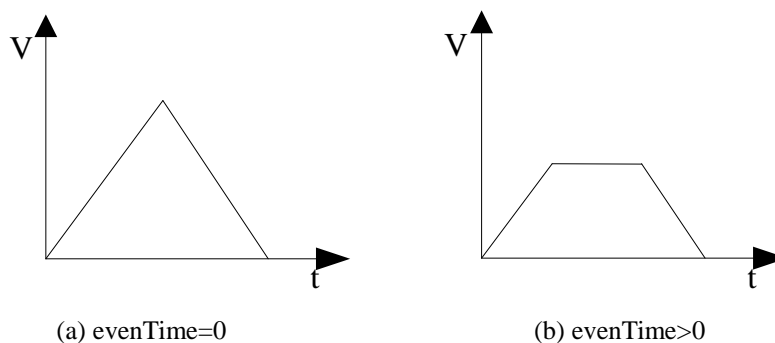

图 7-11 不同 evenTime 下的速度曲线
- **evenTime**: 每个插补段的最小匀速时间。当用户设置的插补段比较短时, 而该插补段的目标速度又设置的比较大, 则会造成合成速度的曲线如图 7-11 (a)所示, 只有加速段和减速段, 形成一个速度尖角, 加速度在尖角处瞬间由正值变为了负值, 造成较大的冲击; 设置了 **evenTime** 之后, 可以减小目标速度, 使速度曲线如图 7-11 (b)所示, 减小了加速度突变的冲击。